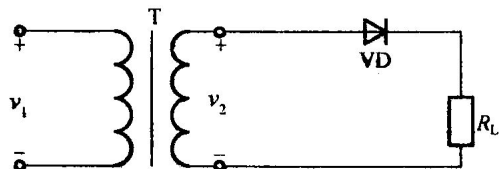

图 1-1
(1) 单相半波整流电路。利用二极管的单向导电特性,可以把方向和大小交变的交流电压变换为直流电压。如图 1-1 所示,因为在正弦电压的一个周期内,负载 R_L 上只有半个周期内有电流和电压,所以这种电路叫做“半波整流电路”,它输出的是半波脉动直流电。